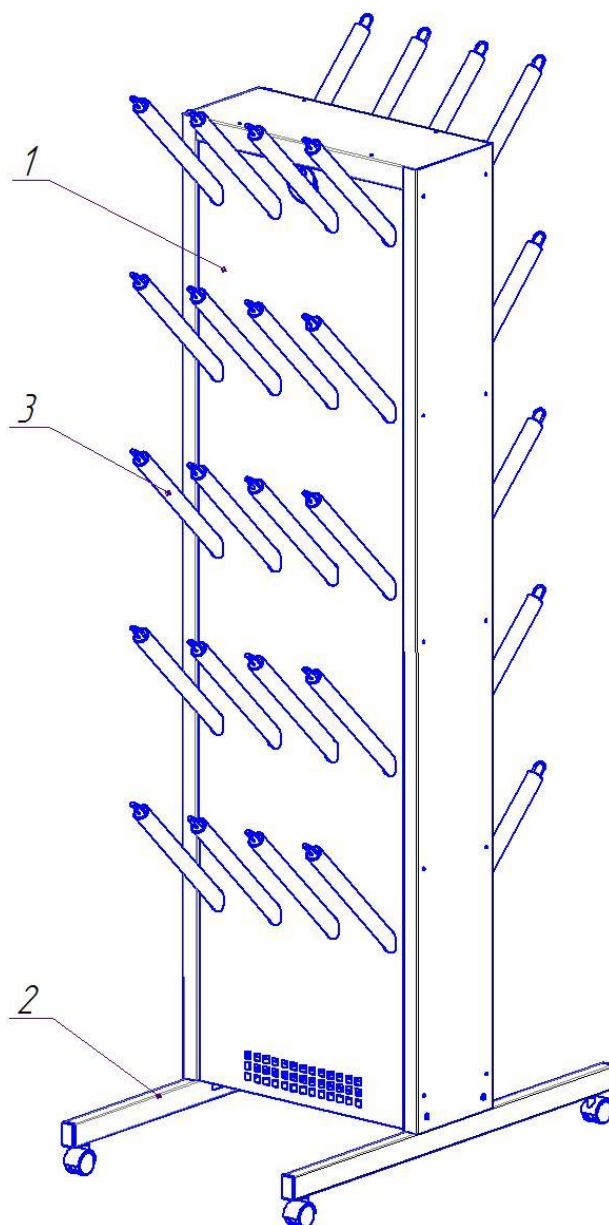

Рис. 1 Модуль сушильный для обуви Союз-20
- 3.1. Модуль сушильный (рис.1) состоит из металлического корпуса (поз.1) и двух опор на колесах (поз.2).